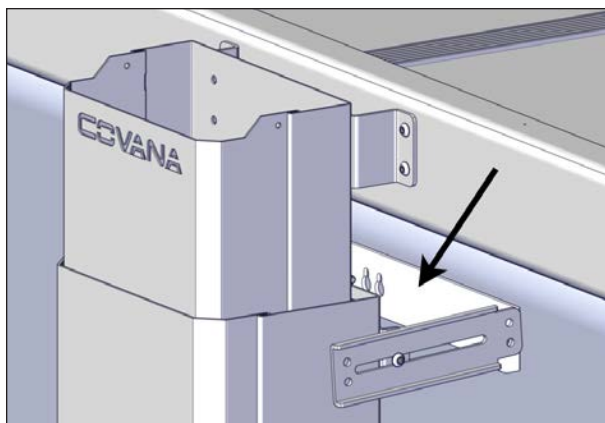

FIGURE 65: ALIGNEMENT DU SUPPORT DE MONTAGE SUPÉRIEUR SUR LE SPA
5. Avec le manchon et ses bras, aligner les supports de montage supérieur et inférieur du spa, voir Figure 65. S'assurer que les supports sont attachés à la structure solide du spa et qu'il n'y a pas de matériel mou entre les supports et la structure du spa.